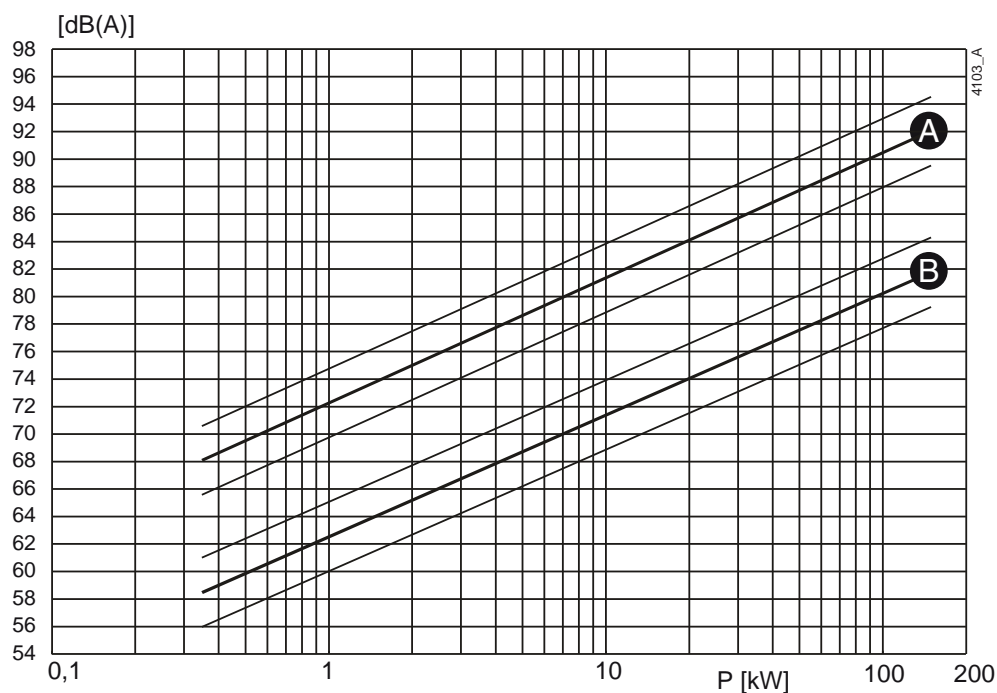
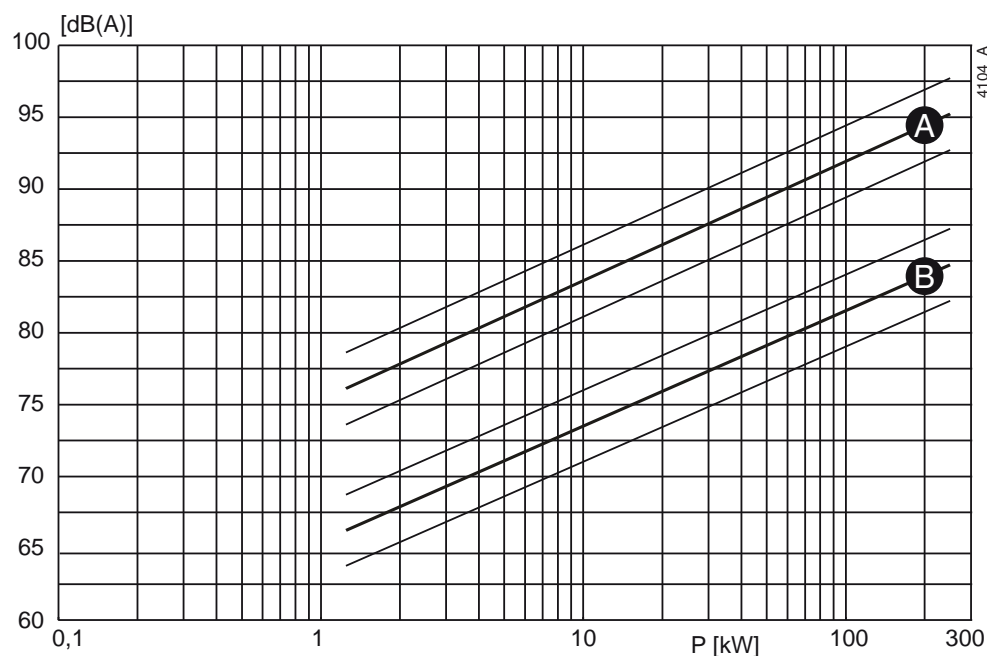

Figure 4: Niveau sonore en fonction de la puissance de la pompe [kW] à 1450 min⁻¹
Figure 5: Niveau sonore en fonction de la puissance de la pompe [kW] à 2900 min⁻¹
- 1 Déterminez le niveau sonore (L1) de la pompe, voir Figure 4 ou Figure 5.